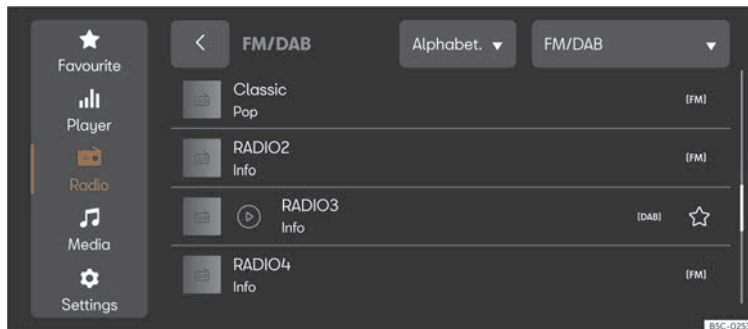

Fig. 176 Reprezentare schematică: Ecranul radioului.
- Apăsați **HOME** > >>> **fig. 176**.